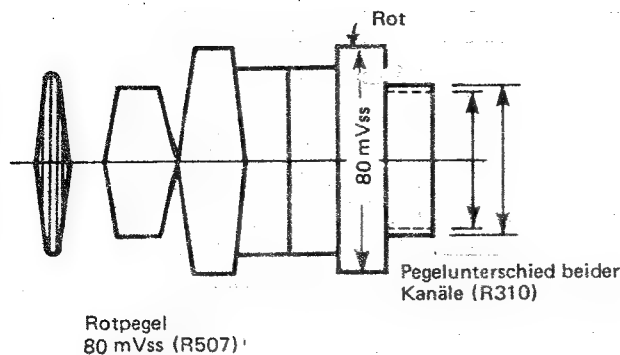

Abb. 60
- c) Mit R310 (REC BALANCE) die beiden in Abbildung 60 gezeigten Kanäle ausgleichen.